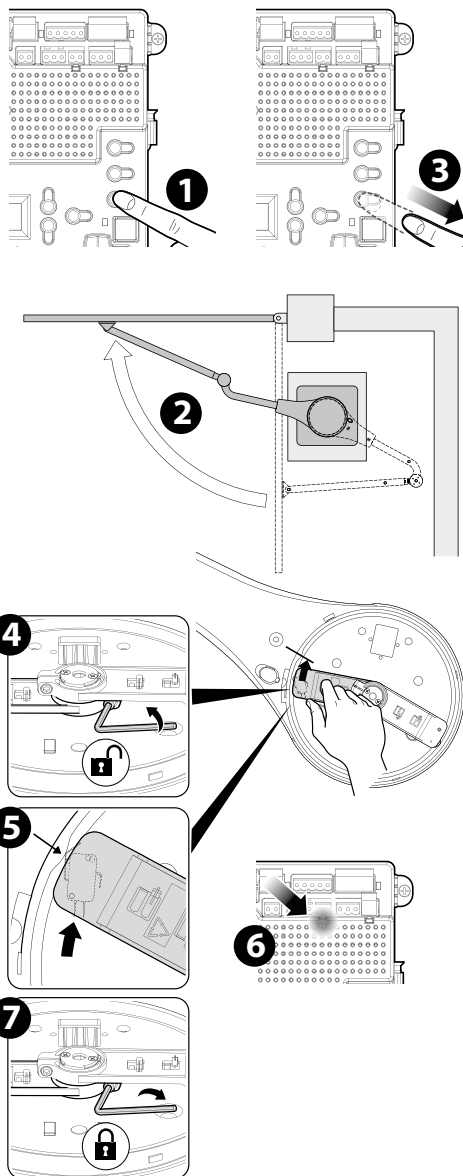

Figure 13
contrôle jusqu'à mener le portail dans la position de fermeture complète prévue. Voir Fig. 13 étapes 1-2-3.
8. Régler l'interrupteur fin de course de FERMETURE de la même façon : desserrer la vis et actionner le bras à la limite de fermeture jusqu'à l'allumage du voyant ROUGE à l'avant du tableau de contrôle (voir Fig. 13 étapes 4-5-6-7). Serrer ensuite la vis pour maintenir l'interrupteur fin de course en place (Fig. 13 étape 7).